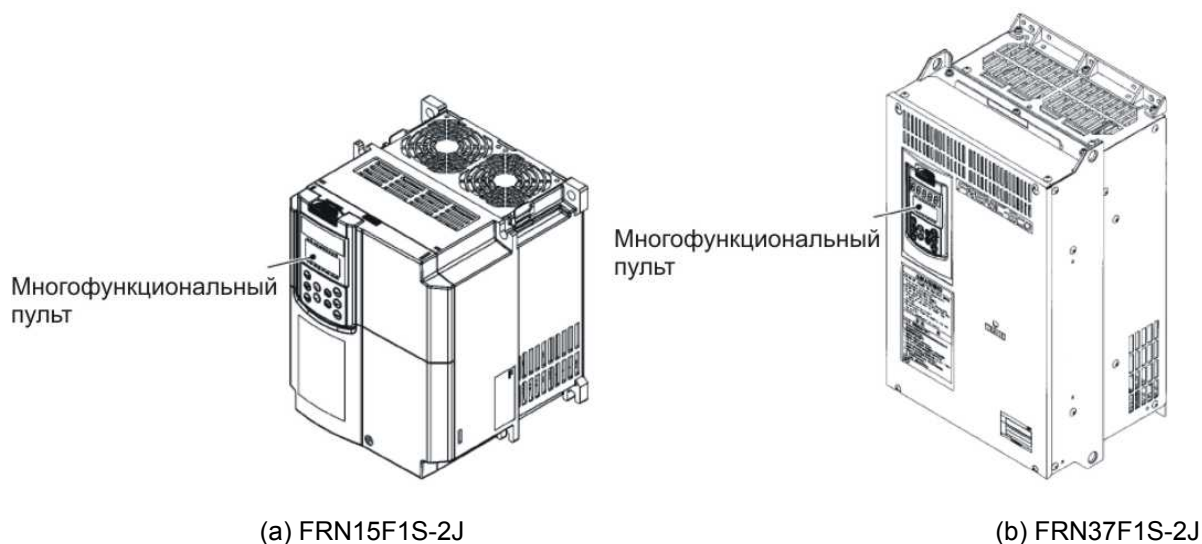

Рис.2.1 Установка многофункционального пульта непосредственно в ПЧ
- Установка непосредственно в инвертор (см. Рис. 2.1). (Только для FRENIC-Eco/FRENIC-MEGA)